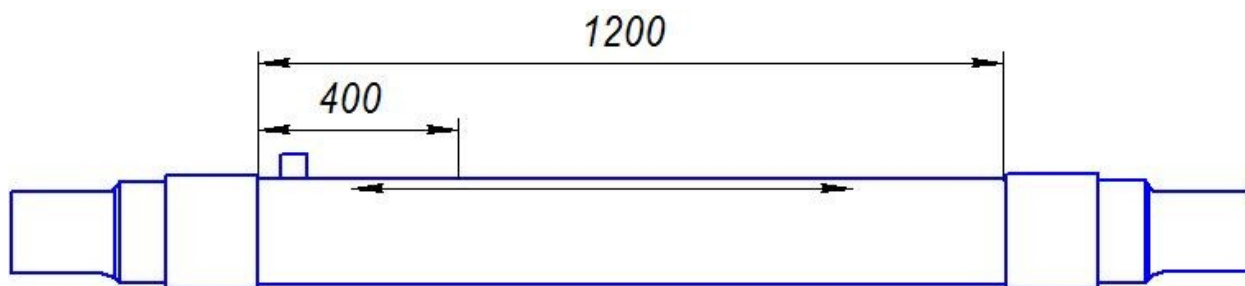

Рис. 9.9.1. Схема сканирования и область прозвучивания оси по варианту AR4.
Контроль с цилиндрической поверхности волнами Рэлея в осевом направлении при установке ПЭП в средней части оси вблизи ступиц колес и сканировании по периметру оси с целью выявления поперечных трещин в средней части оси, Рис.9.9.1.
- 9.9.5 Установить ПЭП на среднюю часть оси в соответствии со схемой на Рис. 9.9.1.